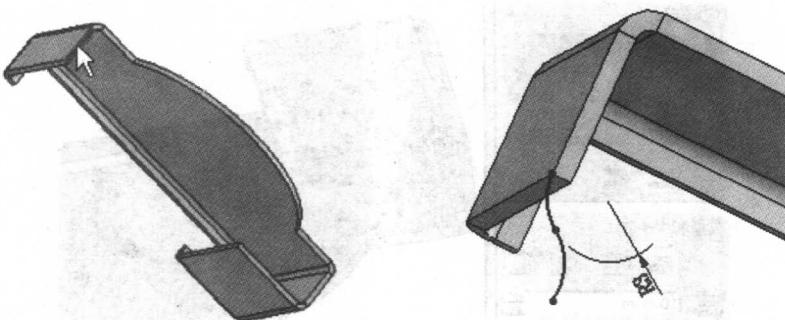

图 1-27 选择绘制草图基准面，绘制斜接法兰草图
(6) 上面的例子是用直线草图来创建斜接法兰 1，下面用圆弧草图来创建斜接法兰 2。选择如图 1-27 所示的面作为绘制草图的基准面，单击 ，用“三点弧” 工具绘制出两条同样大小的相连的弧，将两条弧作“相切”约束，将弧与边线作“相切”约束，用“智能尺寸” 工具标注出弧的半径为 R3，如图 1-27 所示，单击图标按钮 退出草图绘制。